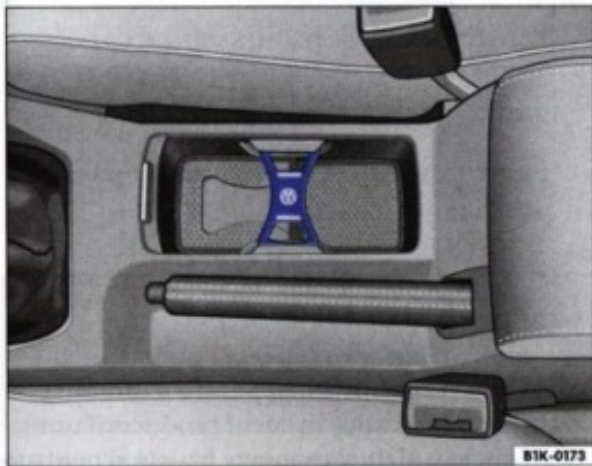

Fig. 70 Compartiment deschis, pe post de suport pentru doze de băutură
- Așezați de ex. sticla sau doza de băutură în suport și împingeți desfăcătorul ⇒ fig. 70 în față sau în spate, până când acesta cuprinde sticla.